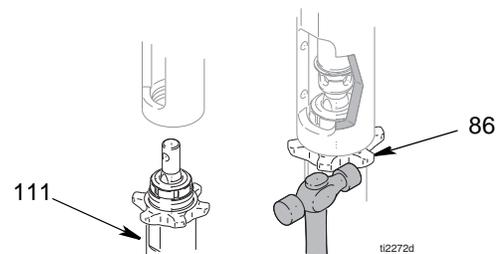

FIG. 10
1. (Fig. 10) Visser le contre-écrou (86) sur le filetage inférieur de la pompe (111). Visser la pompe (111) complètement sur le manifold. Dévisser la pompe (111) du manifold jusqu'à ce que la sortie de pompe soit en face du flexible. Serrer le contre-écrou (86) à la main, puis le faire tourner de 1/8 à 1/4 de tour en tapant avec un marteau ou le serrer à 75 ft-lb (101 N-m).